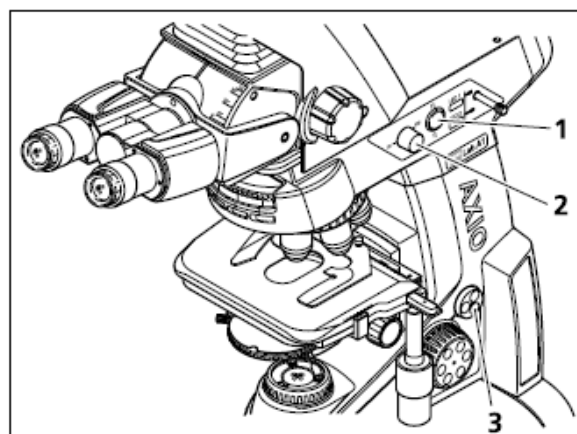

图. 3-31 光强控制和透/反转换开关
- I 通过调节亮度控制旋钮(图 3-31/3)来控制图像的亮度.
- I 旋转 FL/TL 摆动开关(图 3-31/1)至所需的位置 (FL=选择反射荧光,TL=选择透射光)
- I 根据所选的 FL/TL 摆动开关的位置,图像亮度的调节使用透射光亮度控制旋钮(图 3-31/3)或反射荧光亮度控制旋钮(图 3-31/2)